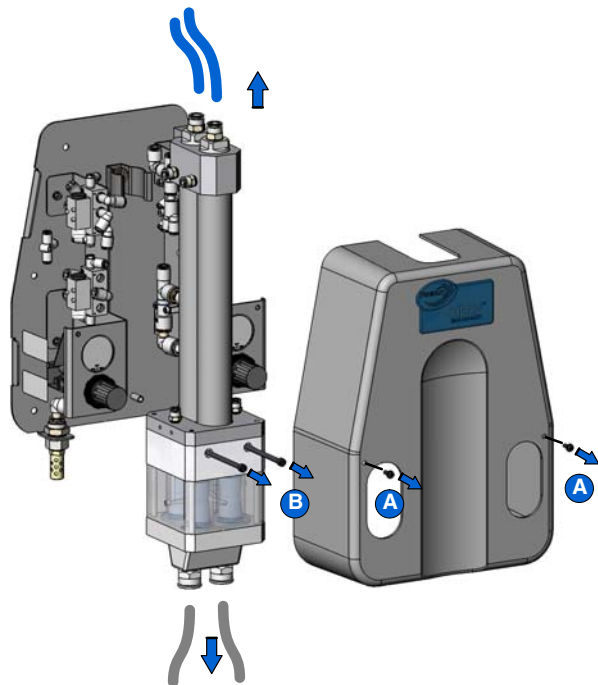
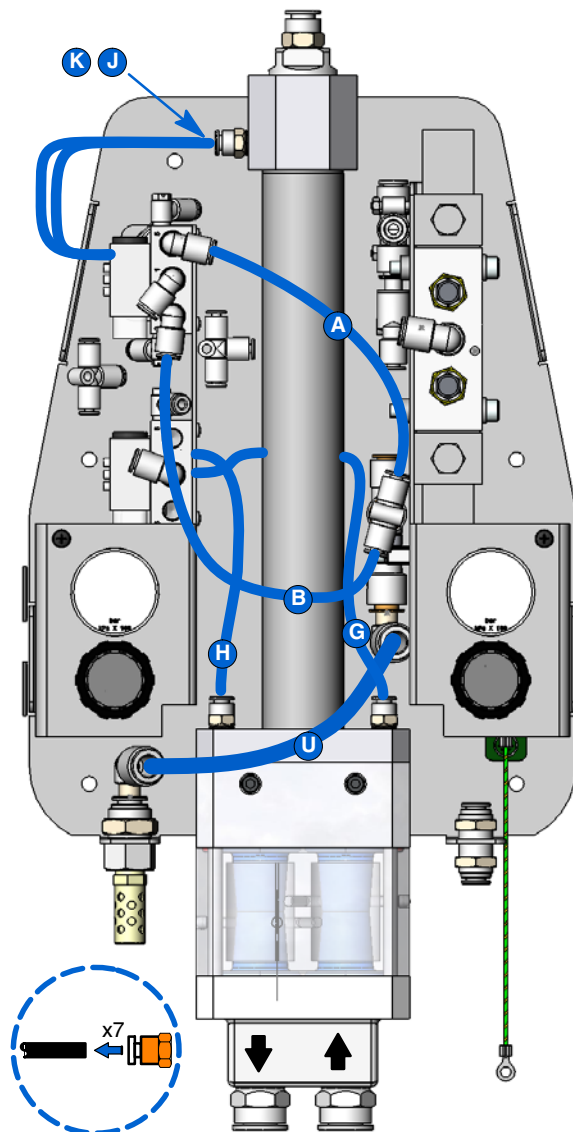

Figura 9 Deconectarea tubulaturii și demontarea capacului
Figura 10 Deconectarea tubulaturii pentru aer
1. A se vedea Figura 9. Deconectați conductele pentru aer de purjare din partea de sus a pompei.
3. Desfaceți cele două șuruburi (A) și capacul de pe pompă.
4. A se vedea Figura 10. Deconectați un capăt al fiecăruia dintre cele șapte tuburi pentru aer indicate.
**NOTĂ:** Literele din Figura 10 corespund literelor din *Schema tubulaturii* de la pagina 23.
5. A se vedea Figura 9. Îndepărtați cele două șuruburi (B) care fixează ansamblul pompei pe bază. Scoateți ansamblul pompei și așezați-l pe o suprafață de lucru curată.